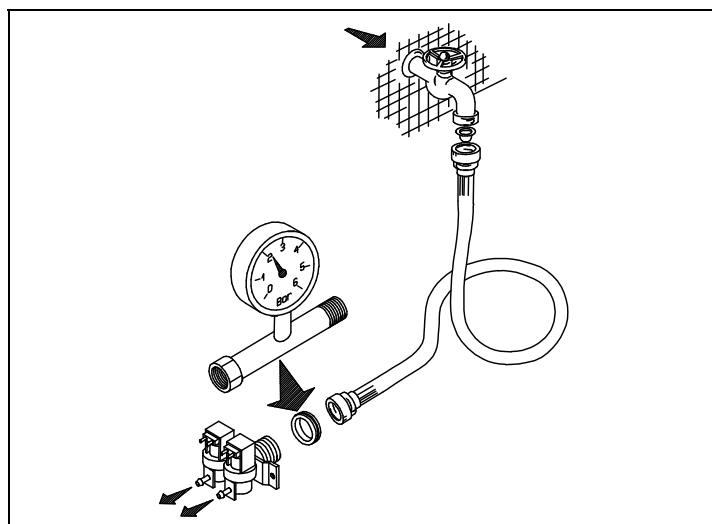
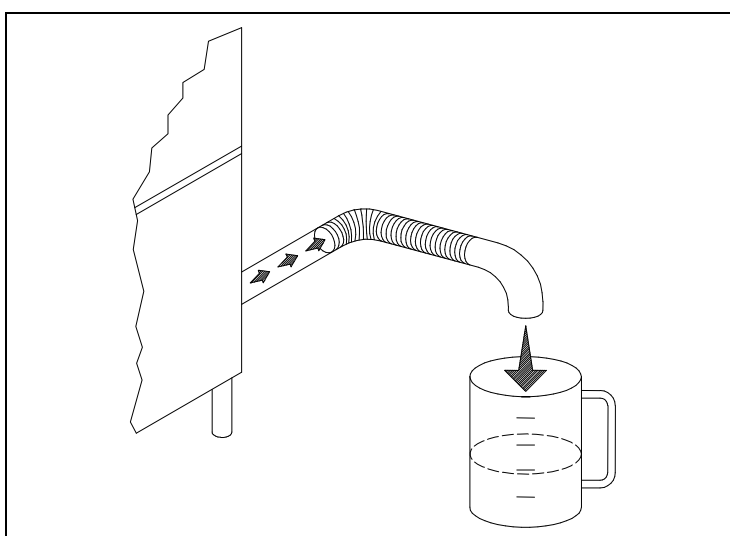

Fig. 2-4
Fig. 2-5
- L'apparecchio è previsto per l'allacciamento all'acqua fredda o calda (max 50 ÷ 55°C), con una pressione a valvola aperta come indicato nella Tab. 2-1. In caso di pressione superiore alla massima consigliata, bisogna installare un riduttore di pressione. In caso di pressione inferiore alla minima consigliata, bisogna installare una pompa di aumento pressione di max 0.5 Hp, con una portata di 20 L/min ed una prevalenza di 15÷20 mt.. Il controllo della pressione deve essere effettuato all'ingresso dell'elettrovalvola (ved. fig.2-4). La condotta dell'acqua deve avere un diametro interno di almeno 16/18 mm (ved. fig.2-5). Collegare il tubo di carico acqua dell'apparecchio ad un rubinetto d'intercettazione (B), posto preferibilmente nelle immediate vicinanze dell'apparecchio, interponendo l'apposito filtro in dotazione (B1) (ved. fig.2-2). Si consiglia l'installazione di un decalcificatore (C) (non in dotazione), montato a monte dell' elettrovalvola della macchina (ved.fig.2-3).
- The appliance is designed for connection to the cold or hot water supply (max. 50 55°C) at a mains pressure with the valve open as shown in Table 2-1 and a minimum output of 10 litres/min. If pressure exceeds the maximum, fit a pressure reducer. If pressure is lower than the minimum, fit a pressure booster pump of max. 0.5 HP, with an output of 20 litres/min. and a head of 15÷20 metres. Pressure must be measured at the solenoid valve inlet (see fig. 2-4). The water pipes must have an internal diameter of at least 16/18 mm (see fig. 2-5). Connect the appliance water supply pipe to a cut-out tap (B), preferably placed close to the appliance, fitting the special filter provided (B1) (see fig. 2-2). We recommend fitting a water softener (C) (not provided) upstream from the machine solenoid valve (see fig. 2-3).
- Das Gerät ist für den Anschluss an Warm-und Kaltwasser (max. 50-55°C) vorgesehen, wobei der Druck bei offenem Ventil dem in Tab. 2-1. Bei höherem Druck als dem empfohlenen einen Druckminderer installieren. Bei niedrigeren Druck als empfohlen eine Druckerhöhungspumpe mit max. 0,5 PS , einer Förderleistung von 20l/min und einer Förderhöhe von 15-20m installieren. Die Druckkontrolle muss am Eingang des Elektroventils erfolgen (siehe Bild 2-4). Die Wasserleitung muss einen Innendurchmesser von mindestens 16/18 mm aufweisen (siehe Bild 2-5). Den Zulaufschlauch des Gerätes an einen möglichst nahegelegenen Wasserhahn (B) anschliessen und den vorgesehenen Filter (B1) anbringen (siehe Bild 2-2). Der Einbau eines Etkalkers (C) wird empfohlen; dieser gehört nicht zur Ausstattung und muss vor dem Elektroventil der Maschine eingebaut werden. (siehe Bild 2-3).
- L'appareil peut être raccordé à l'eau froide ou chaude (50:55°C max) à une pression, soupape ouverte, comme indiqué dans le Tableau 2-1. Si la pression dépasse la pression maximum conseillée, il faut installer un réducteur de pression. Si la pression est inférieure à la pression minimum conseillée, il faut installer une pompe pour faire augmenter la pression de 0,5 Hp max., à un débit de 20 litres /min et à une hauteur d'élévation de 15-20 m. Le contrôle de la pression sera effectué à l'entrée de l'électrovanne (voir fig. 2-4). Les conduites d'eau auront un diamètre interne d'au moins 16/18 mm (voir fig. 2-5). Raccorder la conduite d'arrivée de l'eau de l'appareil à un robinet secondaire (B), installé si possible tout près de l'appareil, après avoir intercalé le filtre spécial fourni (B1) (voir fig. 2-2). Nous conseillons d'installer un adoucisseur (C) (non fourni) qui sera monté en amont de l'électrovanne de la machine (voir fig. 2-3).
- Este aparato se puede alimentar con agua caliente o fría (máx. 50 ÷ 55°C); la presión del agua con válvula abierta está indicada en la Tabla 2-1. En caso de que la presión fuera superior a la máxima que se aconseja, instale un reductor de presión; si fuera demasiado baja, instale una bomba de aumento de presión de 0,5 Hp (máximo), con un caudal de 20 litros por minuto y una altura de elevación de 15 a 20 m. El control de la presión se debe efectuar en la entrada de la electroválvula (véase fig. 2-4). La tubería del agua debe tener un diámetro interior de 16-18 m. por lo menos (véase fig. 2-5). Conecte el tubo de alimentación del agua del aparato a un grifo de paso (B), que irá montado preferentemente muy cerca del aparato, tras interponer el filtro (B1) del equipamiento base (véase fig. 2-2). Es aconsejable instalar un descalcificador (C) (que no forma parte del equipamiento base). El descalcificador irá montado antes de la electroválvula de la máquina (véase fig. 2-3).
- O aparelho é predisposto para ser alimentado com água fria ou quente (máx 50-55°C), com uma pressão, com a válvula aberta, como indicado na Tab. 2-1 e com um fluxo de 10 lt/min. No caso de uma pressão superior à máxima indicada, é necessário instalar um redutor de pressão. No caso de a pressão ser inferior à indicada, é necessário instalar uma bomba de máx 0,5 Hp, com um fluxo de 20 lt/min. O controle da pressão deve ser efetuado na entrada da electroválvula (ver figura 2-4). O tubo de água ou mangueira deve ter um diâmetro interno de pelo menos 16/18 mm (ver fig. 2-5). Conectar o tubo de alimentação de água do aparelho à uma torneira de fechamento manual (B), colocada de preferencia proxima ao aparelho, conectando o filtro em dotação (B1) (ver fig. 2-2). Aconselha-se a instalação de depurador (filtro) de águas duras (calcário) (C), o qual não é previsto no fornecimento da máquina, montado antes da entrada da electroválvula (ver fig. 2-3).
- Het apparaat is geschikt voor aansluiting op warm of koud water (max. 50 - 55°C), met een druk bij geopend ventiel zoals aangegeven in Tab. 2-1. Bij een hogere druk dan de geadviseerde maximum druk moet er een drukregelaar geïnstalleerd worden. Bij een lagere druk dan de geadviseerde minimum druk moet een drukverhogingspomp van max. 0,5 HP geïnstalleerd worden met een opbrengst van 20 l/min en een opvoerhoogte van 15-20 m. De controle van de druk moet op de ingang van het elektroventiel gecontroleerd worden (zie afb. 2-4). De waterslang moet een inwendige diameter van ten minste 16/18 mm hebben (zie afb. 2-5). Sluit de watertoevoerslang van het apparaat aan op een afsluitkraan (B) die bij voorkeur dicht bij het apparaat geplaatst moet zijn en zet het speciale meegeleverde filter (B1) ertussen (zie afb. 2-2). Er wordt geadviseerd om een waterontharder (C) (niet meegeleverd) te installeren, die vóór het elektroventiel van de machine geplaatst moet worden (zie afb. 2-3).